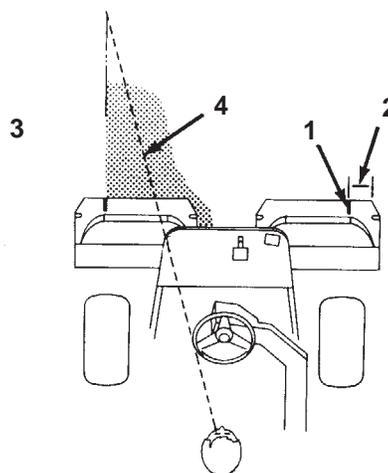

Bild 30
3. Wenn Sie zurückfahren, sollte der neue Mähgang den ersten ein klein wenig überlappen. Damit Sie in einer möglichst geraden Linie über die Grünfläche fahren können und einen gleichmäßigen Abstand zum zuvor gemähten Rasenstück einhalten können, sollten Sie sich eine imaginäre Sichtlinie ungefähr 1,8 bis 3 m vor der Maschine bis zum Rand des noch ungemähten Teils der Grünfläche vorstellen (Bild 30). Manche Leute finden es auch hilfreich, die äußere Kante des Lenkrads in die Sichtlinie mit einzubeziehen, d.h. sie halten das Lenkrad in einer Linie mit einem Punkt, der immer im gleichen Abstand von der Vorderseite der Maschine bleibt.